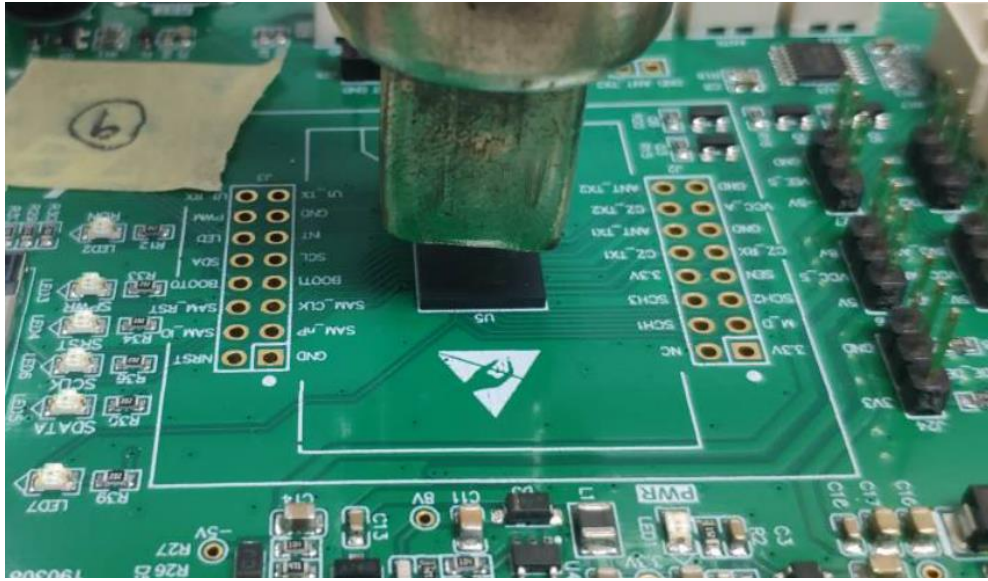

图 3.6 芯片焊接示例
- (6) 芯片位置对齐。将芯片放置于 PCB 板对应位置对齐，注意焊盘和芯片上锡的厚度需要均匀，防止芯片放置高低不平，导致芯片安装歪斜，如果芯片容易松动，可以涂抹适量松香固定芯片位置。
- (7) PCB 板预热。将 PCB 板放置于预热台加热，设置温度 150℃，加热 5min。
- (8) 芯片焊接。选取大口风枪嘴，风枪嘴面积稍微大于芯片面积最佳，将热风枪出风口对准 ZSN603 芯片，出风口距离芯片 1cm 左右，如图 3.6 所示。**注意，此步骤热风枪温**